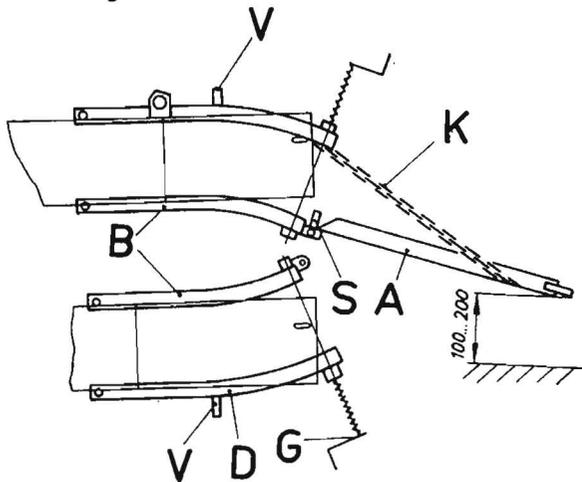

Bild 12
Das Ablageblech (A) wird mit Spille (S) am Preßbalken (B) angeschlossen und durch zwei Ketten (K) an den Preßkanalwänden befestigt und dabei auf einen Abstand zum Erdboden von 100...200 mm eingestellt (Bild 12).